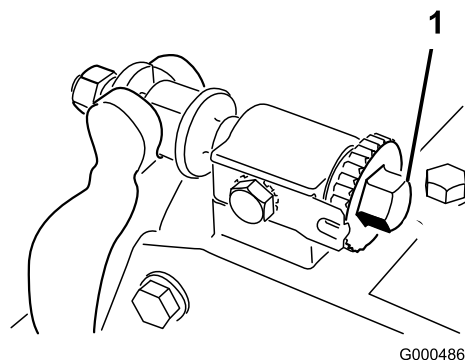

图11
- 将滚刀组放在平整、水平的工作表面上。逆时针旋转底刀架调节螺丝，确保底刀架不与滚刀接触（图 11）。